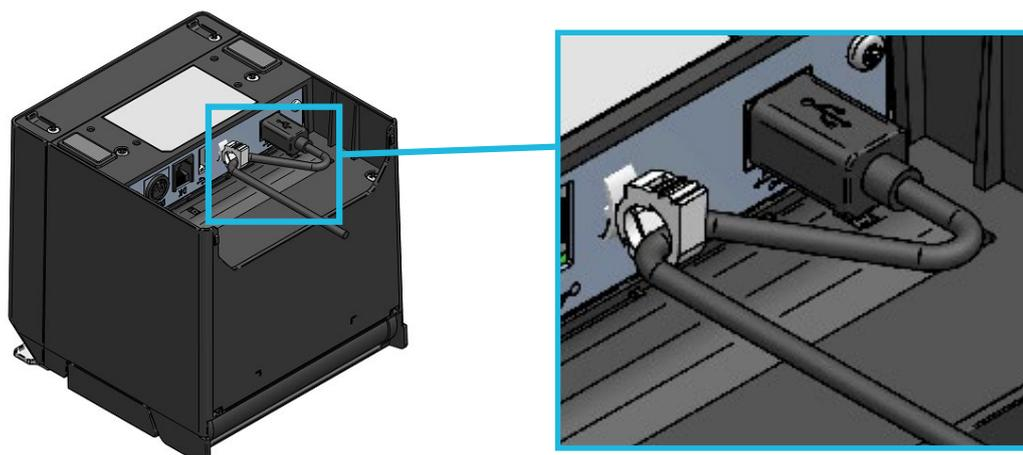
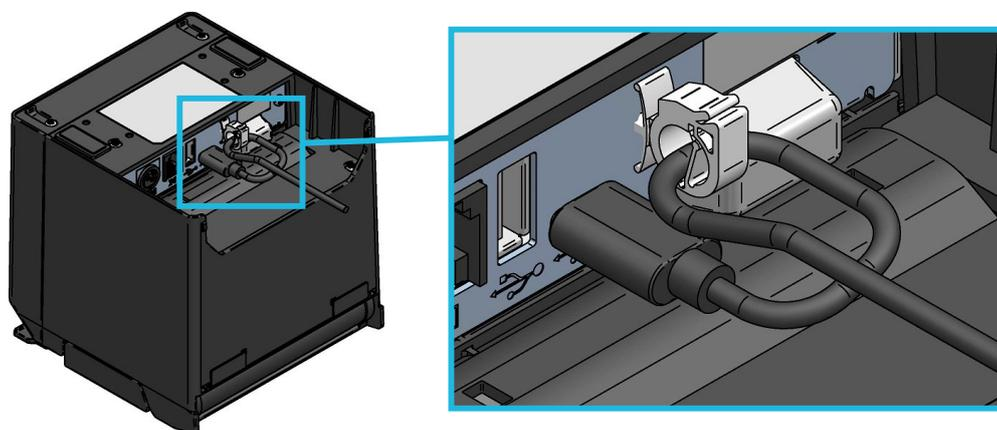

Figura 12-2 Fissaggio di un cavo USB alla stampante
Figura 12-4 Fissaggio di un cavo USB Tipo C alla stampante
- (1) Verificare che la stampante sia spenta.
- (2) Collegare il cavo di interfaccia da utilizzare al connettore di interfaccia sul retro della stampante (Fissare il cavo USB con la clip metallica come mostrato nella Figura 12-2 per collegare il cavo USB e come mostrato nella Figura 12-4 per collegare il cavo USB Tipo C).
- (3) Accendere la stampante e inviare i dati dal dispositivo host alla stampante.
- (4) Verificare che i dati vengano stampati correttamente.